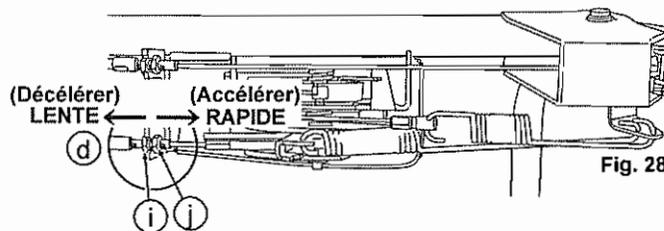

Fig. 28.
- 1 Lorsqu'un réglage est nécessaire, desserrez l'écrou de verrouillage (j) du câble de contrôle de vitesse HST (d), puis tournez le règleur (i) comme indiqué sur la Fig. 28.
- 3 Démarrez le moteur et vérifiez que la vitesse de rotation change lorsque vous activez le Levier de changement de vitesse (D).